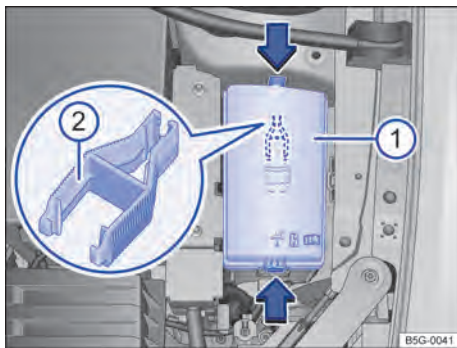

Fig. 186 No compartimento do motor: cobertura (1) da caixa de fusíveis com pinça de plástico (2).
→ Fig. 186 ①, para destravar a cobertura da caixa de fusíveis.
No lado interno da cobertura da caixa de fusíveis no compartimento do motor pode haver uma pinça de plástico → Fig. 186 ② para a retirada dos fusíveis.